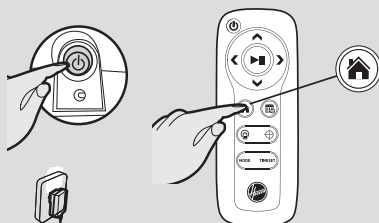

Fig. 4
Slå på støvsugerroboten med på/av-knappen på bunnen (I). [Fig. 4] Sett den ned foran ladestasjonen. Veiled roboten din inn i ladestasjonen for å begynne. Ved normal bruk vil det ta ca. 4/5 timer å lade Roboten helt opp.